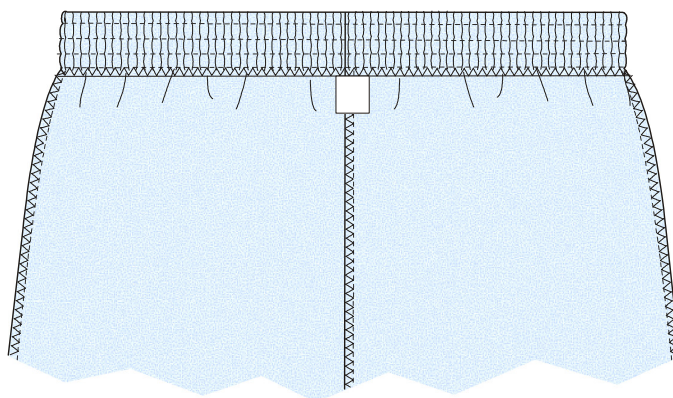

Figura 6 - Localização da etiqueta
Etiqueta de identificação e conservação da peça inserida internamente no meio da linha da cintura do traseiro (ver figura 6 e item 3.6 – etiquetas).